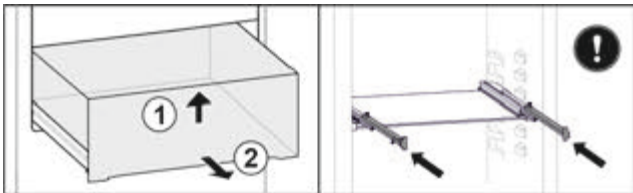

Fig. 66
- ▶ Підняти висувний ящик спереду. Fig. 66 (1)
- ▶ Вийняти висувний ящик рухом вперед. Fig. 66 (2)